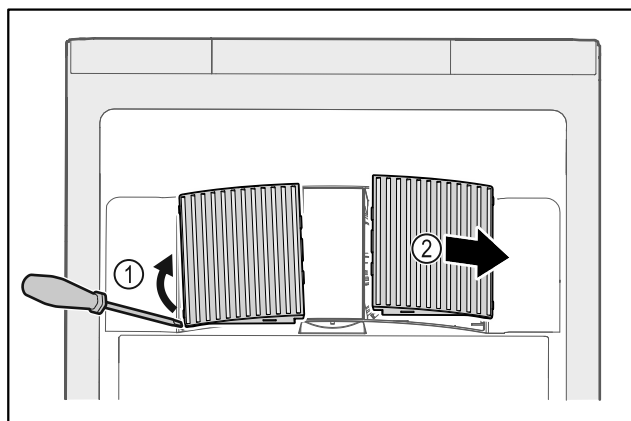

Fig. 176
► Ostrożnie podważyć osłony wentylatora z boku Fig. 176 [1] i zdjąć do przodu Fig. 176 [2].